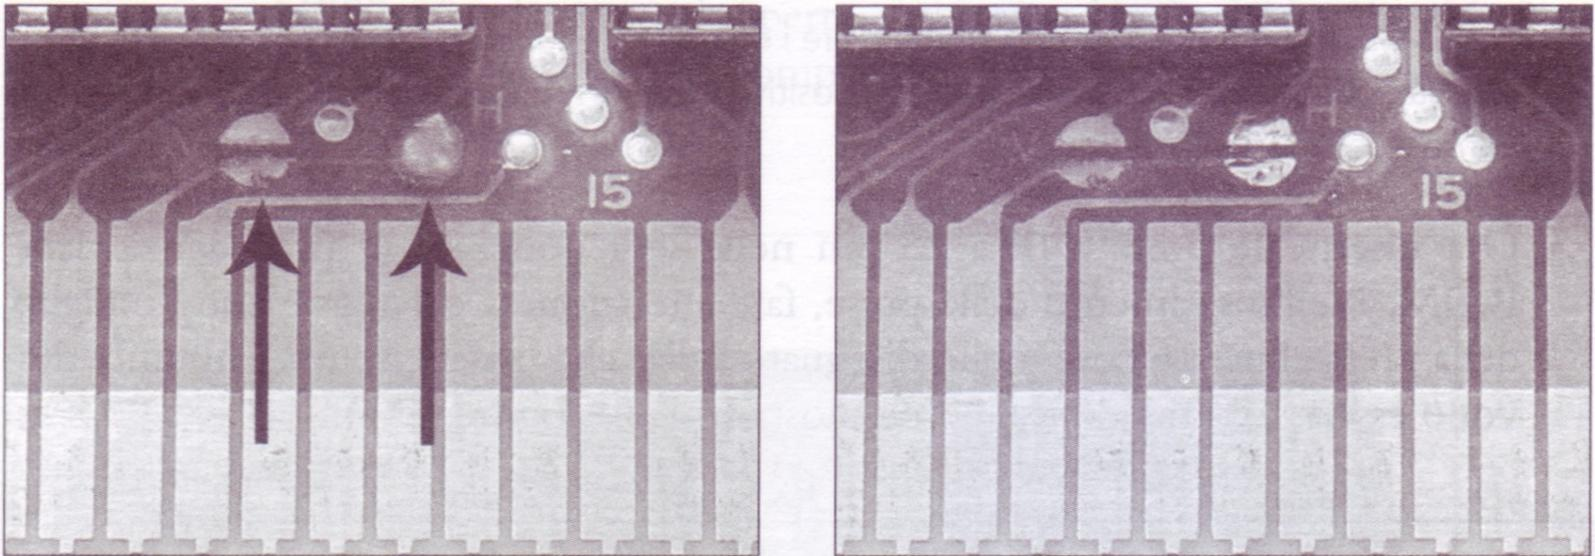

Figura 6.46 Rimozione delle saldature dai pad H e V, prima e dopo.
6. A questo punto cercate di individuare, sulla parte inferiore della scheda dei circuiti, gruppi di pad contrassegnati con una "H" e una "V". In relazione al gioco scelto, il pad H o V sarà connesso con una saldatura. Con lo strumento per la dissaldatura a vuoto, rimuovere la saldatura dalla scheda. La Figura 6.46 mostra come dovrebbe apparire la scheda dei circuiti prima e dopo la rimozione della saldatura dai pad.